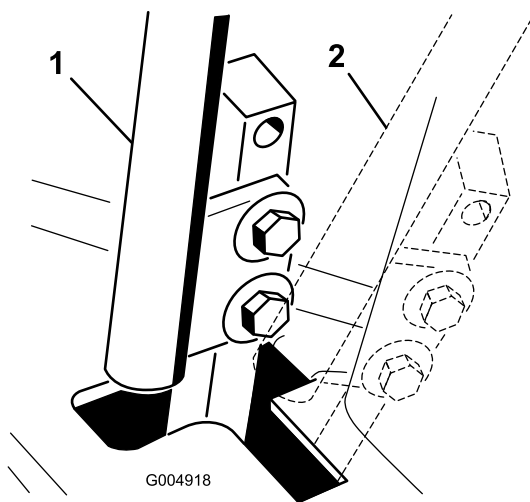

Рисунок 52
4. Переведите рычаг управления в НЕЙТРАЛЬНОЕ, но не фиксируемое положение (Рисунок 52).
6. Проверьте положение рычага управления относительно выемки в консоли (Рисунок 52).